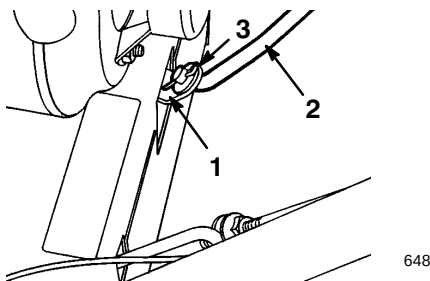

Abbildung 5
1. Den Schalthebelarm (Abb. 5) ganz herausziehen.
3. Die Schalthebelstange im Schalthebelarm einbauen, eine Unterlegscheibe an der Stange anbringen und mit einem Splint sichern (Abb. 5).